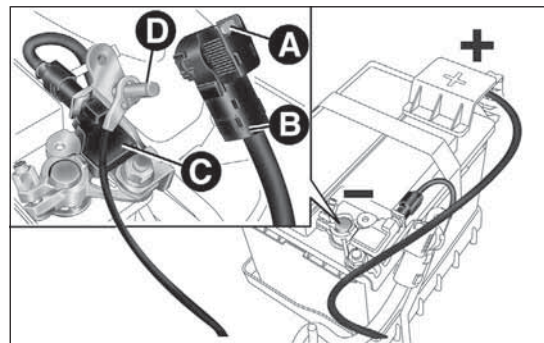

fig. 157
- disconnetti il connettore A fig. 157 (tramite azione sul pulsante B) dal sensore C di monitoraggio dello stato batteria (quest'ultimo ubicato sul polo negativo D della batteria stessa);